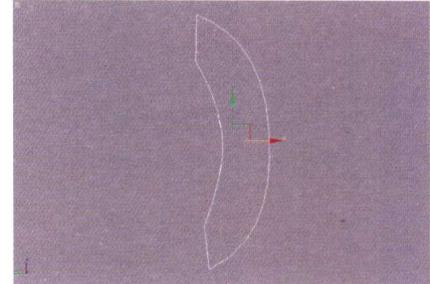

图 1-12 创建一条闭合曲线
(11) 现在来创建靠背部分。进入【创建】面板的【图形】子面板，单击【线】按钮，在左视图中创建一条如图 1-12 所示的闭合曲线，这条曲线将作为靠背上竹条的横截面。